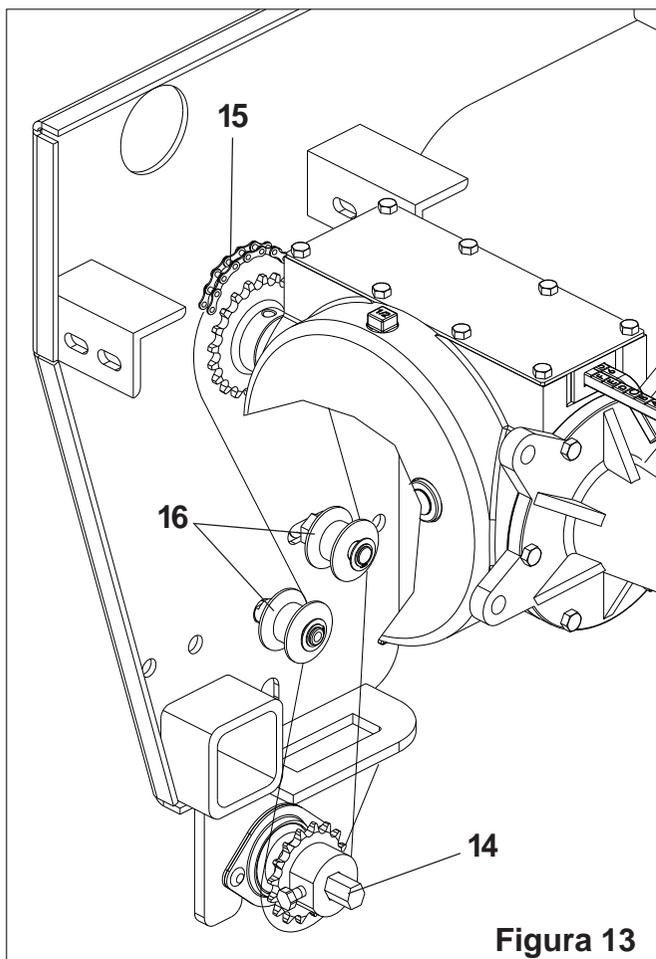

Figura 13
- Si hay la necesidad de quitar el eje de la semilla (14), afloje la cadena de transmisión (15) por medio del tensor (16). **Figura 13.**